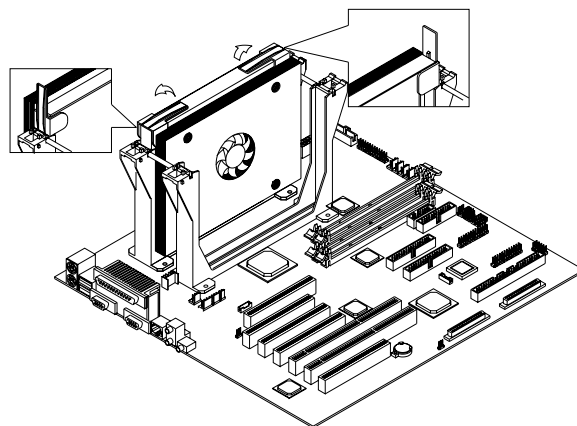

図3-9 プラスチック部品
3. 図3-9に示すように、Pentium III Xeonプロセッサの両方のプラスチック部品を起こします。そうするとプロセッサがソケットから外れます。